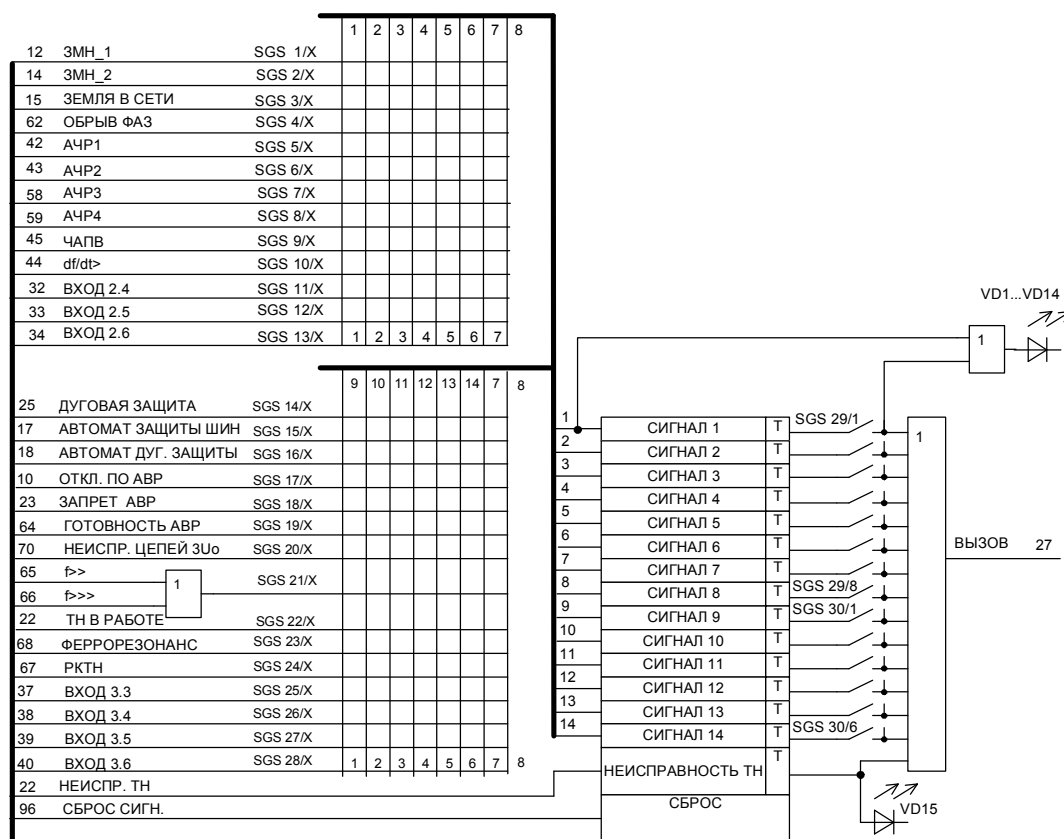

Рис. 1.3.12
1.3.6.1 На Рис. 1.3.12 приведена организация светодиодной сигнализации с использованием матрицы ключей и входные сигналы для матрицы. Два светодиода имеют фиксированное назначение: один обеспечивает сигнализацию неисправности цепей управления (VD15), другой – режим «Тест» (VD16).